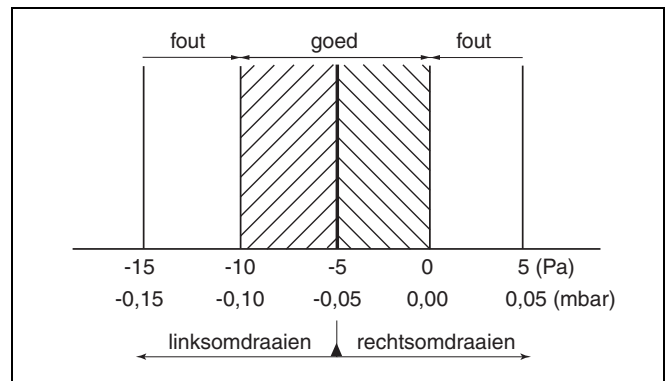
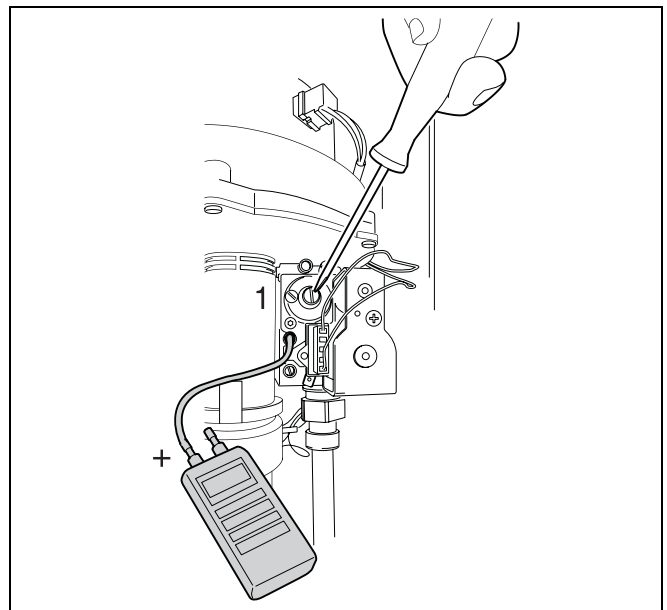

fig. 40 Drukverschil gas/lucht bij laaglast
fig. 41 Instellen gas/lucht-verhouding
- Lees het drukverschil (verhouding gas/lucht) af. Het optimale drukverschil is - 5 Pa (-0,05 mbar). Het drukverschil moet liggen tussen -10 en 0 Pa (→ fig. 40). Indien dit niet het geval is, ga dan voor het afstellen als volgt te werk:
- Verwijder de afdekdop met een platte schroevendraaier (→ fig. 41, [1]).
- Stel met een inbussleutel (4 mm) de stelschroef voor de branderdruk (→ fig. 41, [1]) in op het juiste drukverschil (→ fig. 40, Drukverschil gas/lucht bij laaglast).
- Plaats de afdekdop (→ fig. 41, [1]).